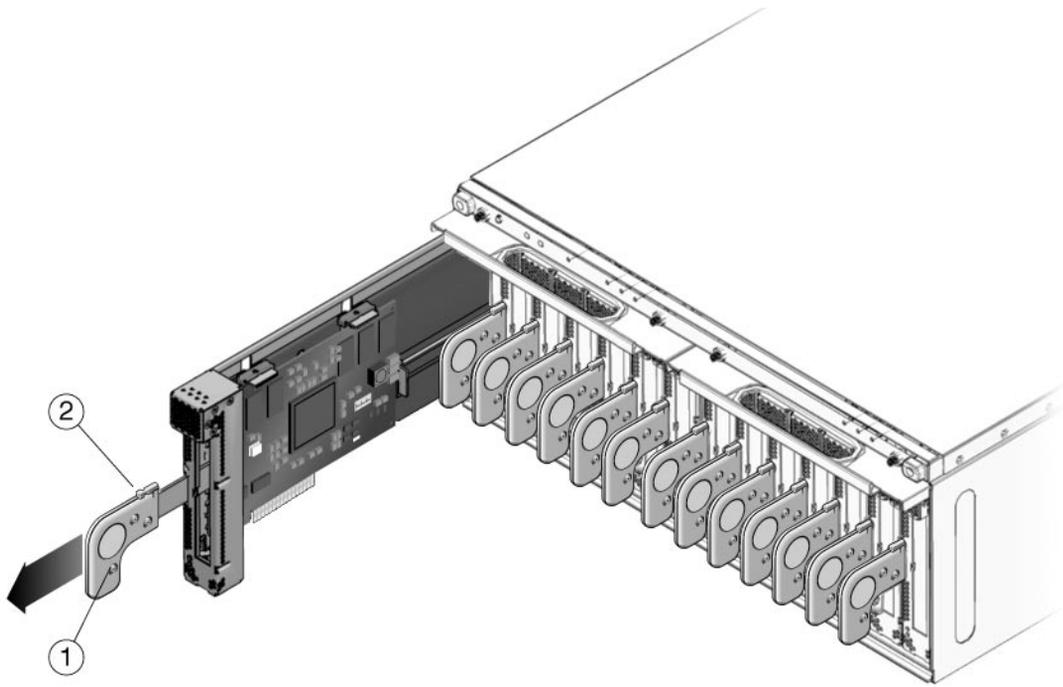

FIGURE 3-1 Déverrouillage et retrait d'un chariot
3. **Desserrez les vis de fixation sur la poignée du chariot (élément 1 dans la FIGURE 3-1), puis tirez sur la poignée pour sortir le chariot d'environ 10 cm.**